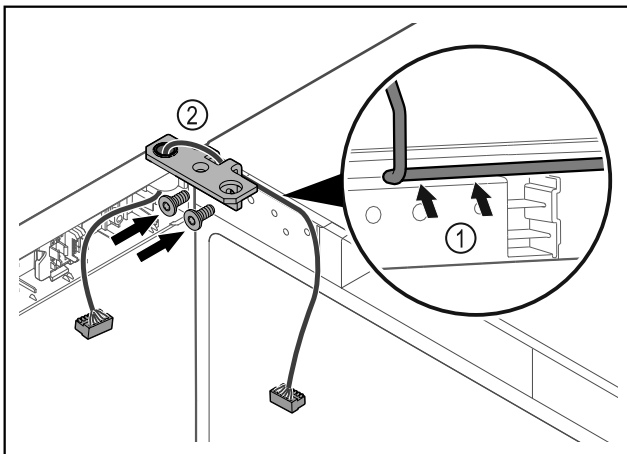

Fig. 45
- ▶ Prevlečte kábel cez vybranie uholníka závesu a opatrne ho položte Fig. 45 (1).
- ▶ Naskrutkujte uholník závesu Fig. 45 (2).